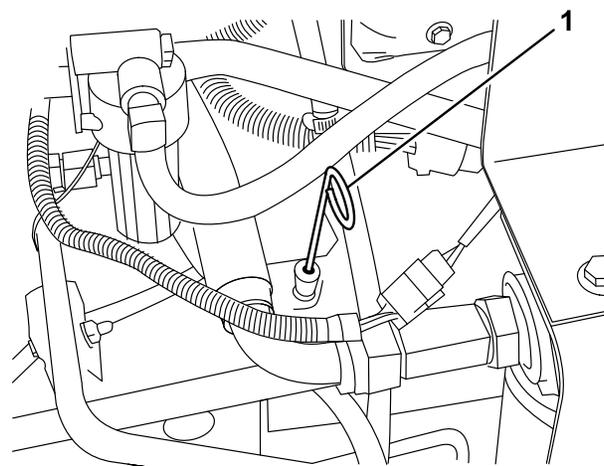

図 29
2. ディップスティック（図 29）を抜き、ウェスで拭き、もう一度差し込む。再び引き抜いて油量を点検する。FULL 位置まであればよい。